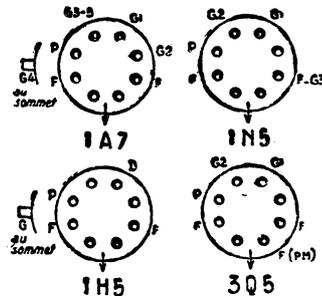

Figure 1
lampes sont indiqués sur la figure 1.
(1) L'ordre de chauffage est le suivant : filament 3Q5 (points H et G, schéma figure 1, n° 85, p. 168) ; résistance de 30 Ω ; filament 1A7 (points F et E, filaments 1N5 (points D et C) ; filament 1H5 (points B et A). Le retour grille 3Q5 va sur la ligne ED.